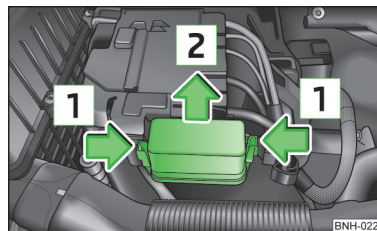
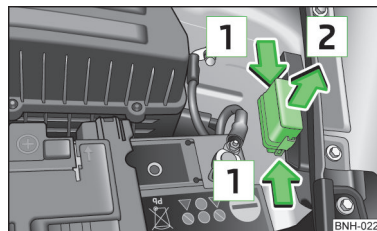

Abb. 165
Abb. 166
- » Abb. 165 bzw. » Abb. 166 zusammendrücken.